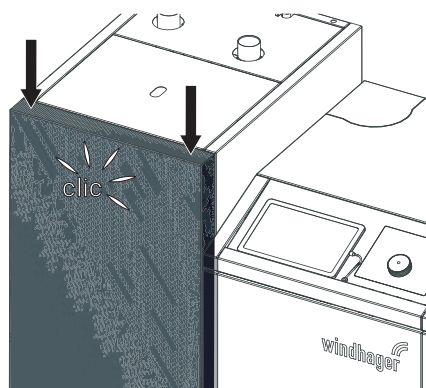
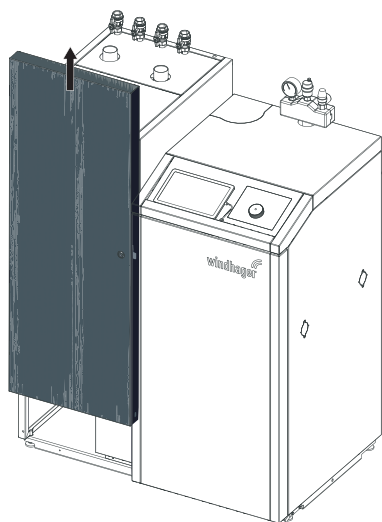

Fig. 29 Spingere verso il basso la porta di contenimento sinistra finché non si sente un “clic”
Fig. 30 La porta si sposta automaticamente verso l'alto
- Spingere con entrambe le mani la porta di contenimento sinistra in alto, lateralmente, verso il basso, fino a quando non si sente uno “clic” (Fig. 29); la porta si muove automaticamente verso l’alto – Fig. 30.